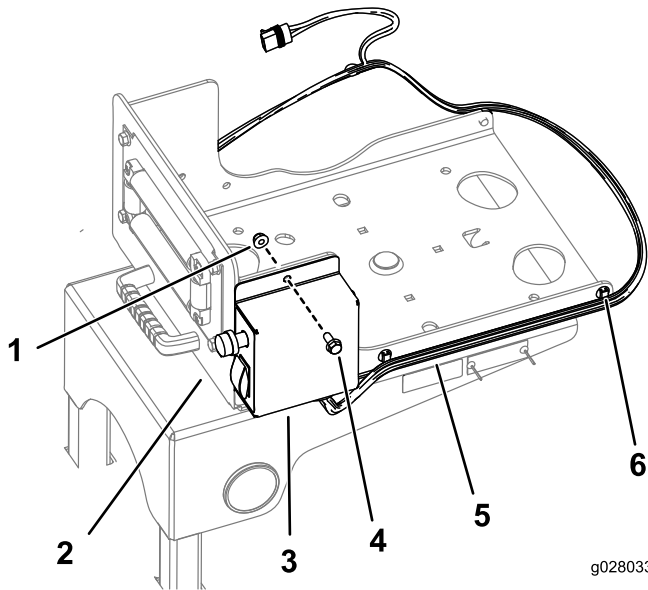

Figura 10
3. Monte la caja de interruptores en el soporte giratorio con 2 pernos (5/16-18 x 1/4 pulgada, GR5) y 2 tuercas con arandela prensada (5/16-18 pulgada), según se muestra en Figura 10.
4. Sujete el arnés de cables al lateral del soporte giratorio usando los clips existentes (Figura 10).